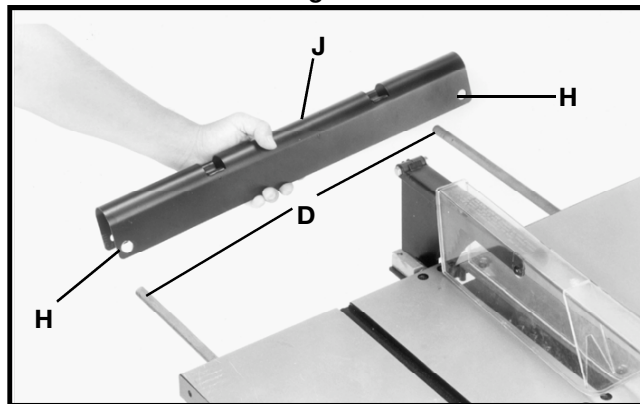

Fig. 31
3. Insérer les tiges (D) fig. 31, dans les grands trous (H) de l'appui arrière (J) comme illustré.